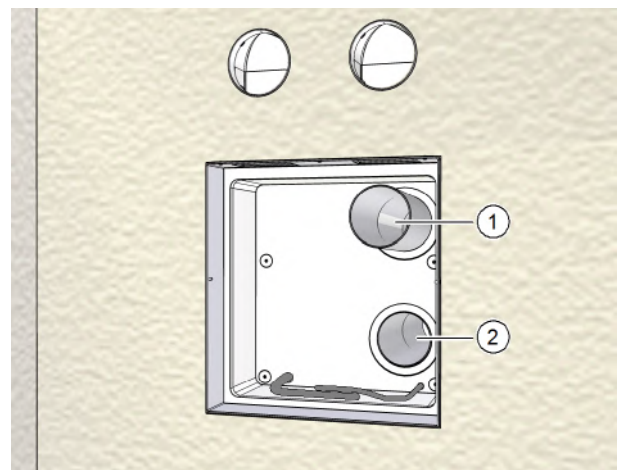

Abb. 34: Lüftungsrohre ablängen
- ▶ Schieben Sie beide Lüftungsrohre (Pos. 1 in Abb. 34) soweit in die Öffnungen des Mauerkastens ein, dass sie bündig abschließen (Pos. 2 in Abb. 34).